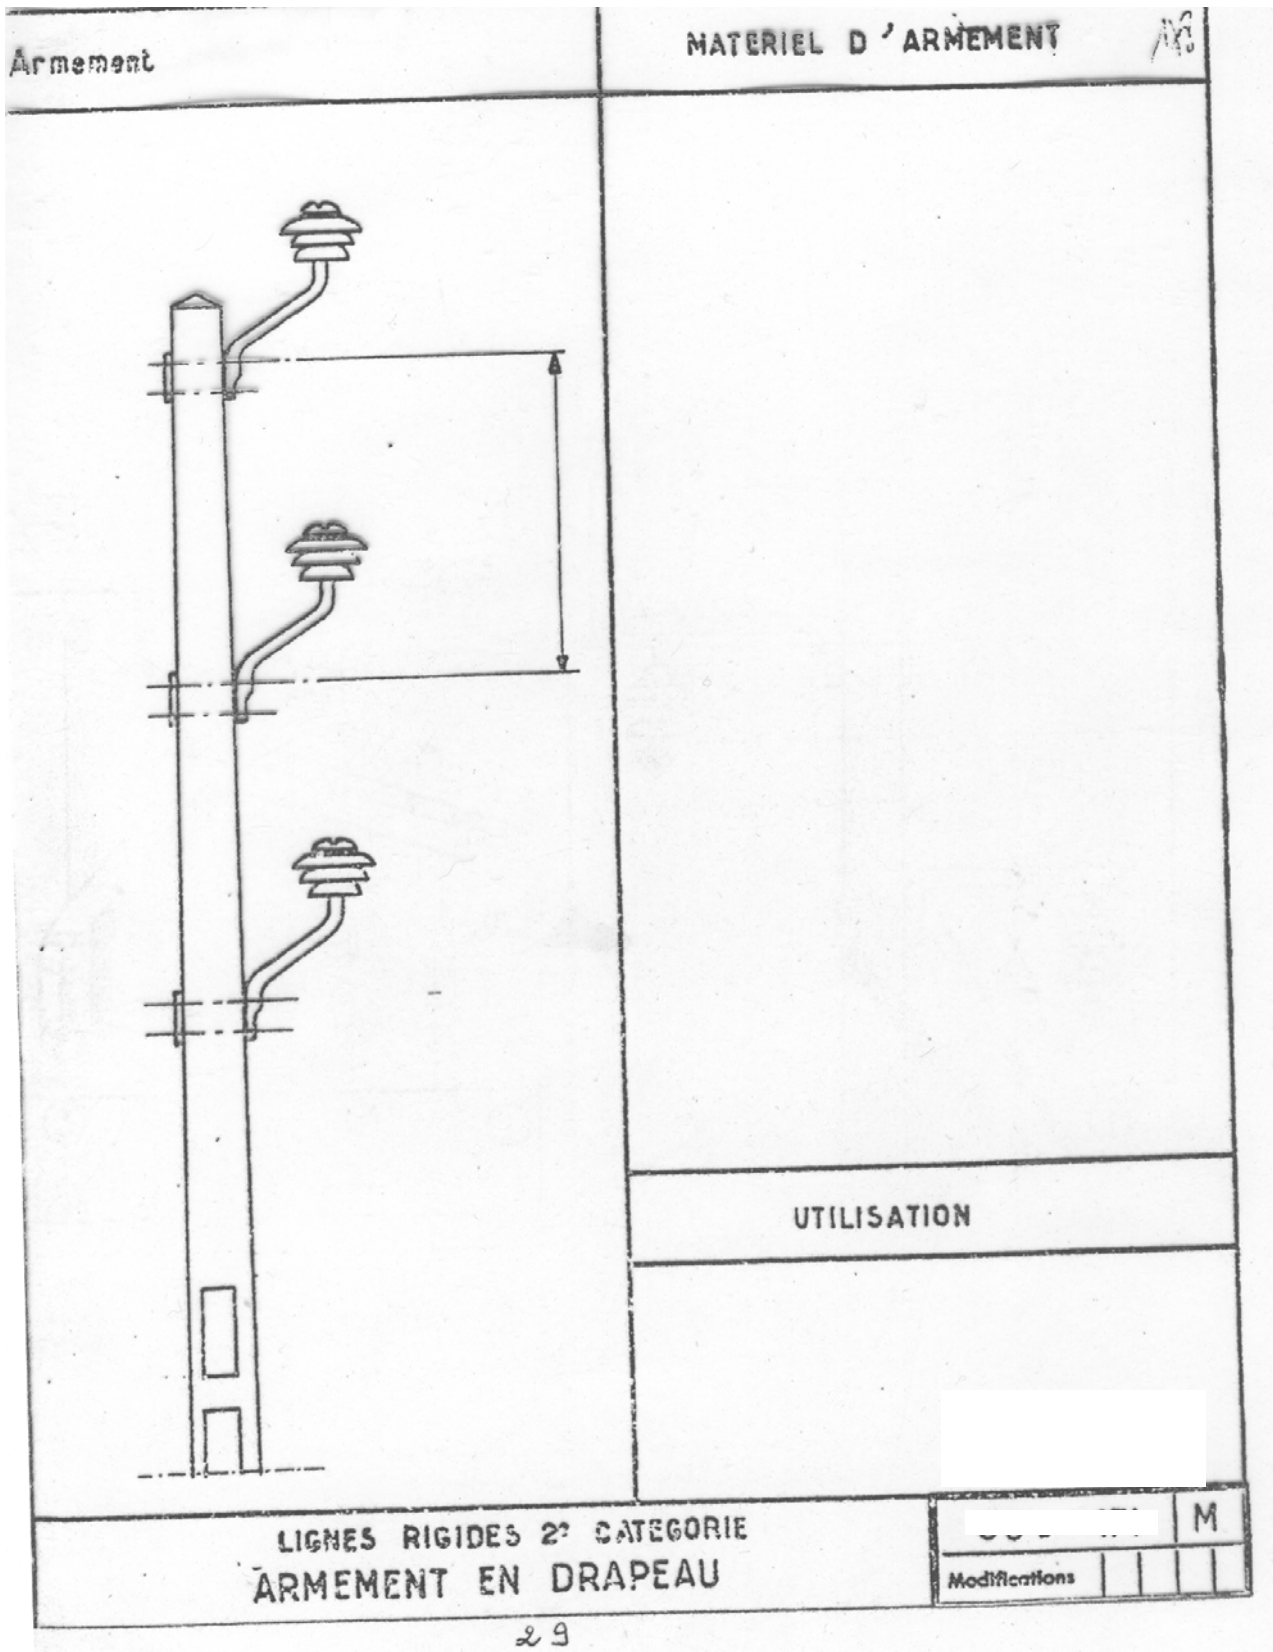

Figure 3
e) Armement nappe voûte (figure 3)